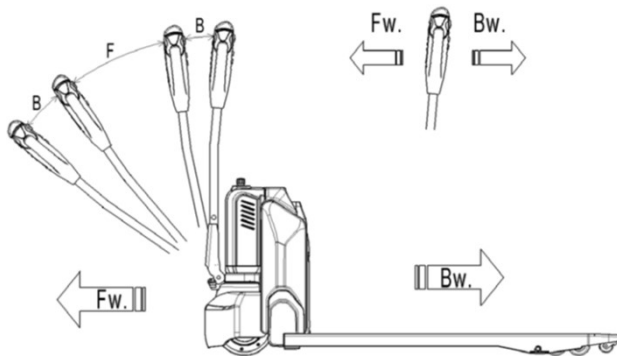

図9 操作方向
ピンコードパネルで本体を始動した後に、ハンドルを操作ゾーン（図9のF）に傾けて下さい。
アクセルレバーを行きたい方向に傾けて下さい。前進の場合は図9のFw、後進の場合はBw方向に傾けて下さい（図9）。
- ハンドルをブレーキゾーンB（図9）の位置まで立てる、もしくは倒すと本体のブレーキが利きます。ハンドルを手放すとハンドルは上方のブレーキゾーンBに勝手に戻り、ブレーキは本体が止まるまで利き続けます。